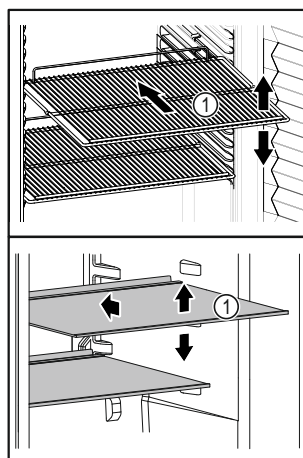

Fig. 18 Примерное изображение
- ❑ Если полки для хранения Fig. 18 (1) можно переставлять, отрегулируйте высоту их установки.